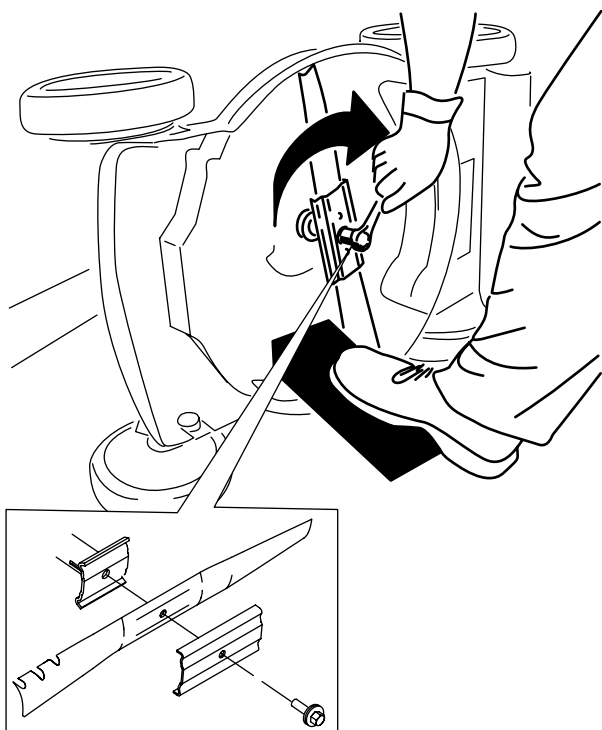

Рисунок 33
5. Установите новый нож, закрепив все крепежные детали (**Рисунок 33**).